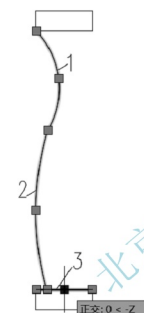

图 4.53 选择热夹点
(9) 在无命令的状态下，选择如图 4.53 所示的 1、2 圆弧和 3 线，并将 3 线中间的夹点单击变红，使其变成热夹点。
(10) 查看命令行，此时命令行为【拉伸】，反复按 Enter 键直至命令滚动至【镜像】命令。
① 在指定第二点或【基点(B)/复制(C)/放弃(U)/退出(X)】: 提示下，输入“C”后按 Enter 键，执行子命令【复制(C)】。